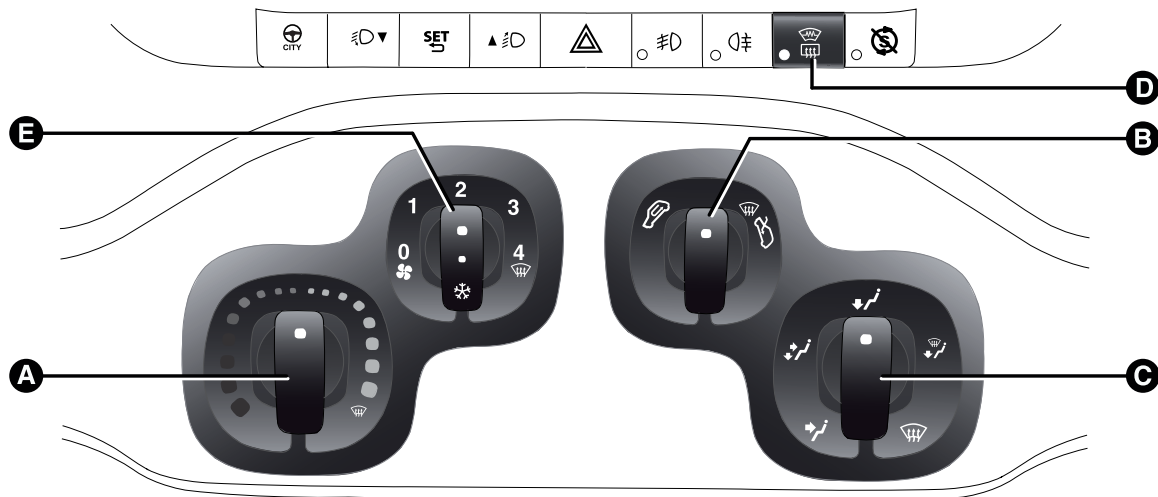

fig. 29
A Selector de temperatura aire (rojo-caliente/azul-frío) fig. 29
B Selector de recirculación de aire fig. 29
C Selector de distribución del aire fig. 29
D Botón de activación/desactivación de la luneta térmica, espejos retrovisores calefactados/parabrisas calefactado (para versiones/países donde esté previsto)fig. 29.
E Selector velocidad del ventilador y activación/desactivación del climatizador fig. 29 (para versiones/países donde esté previsto). Pulsando el selector se activa el climatizador; al mismo tiempo se enciende el LED en dicho mando; esta operación permite una refrigeración más rápida del habitáculo.
- ☐ girar el selector A fig. 29 hacia el sector azul;
- ☐ girar el selector A fig. 29 hacia la derecha para aumentar la temperatura;
- ☐ girar el selector A fig. 29 hacia el sector rojo;